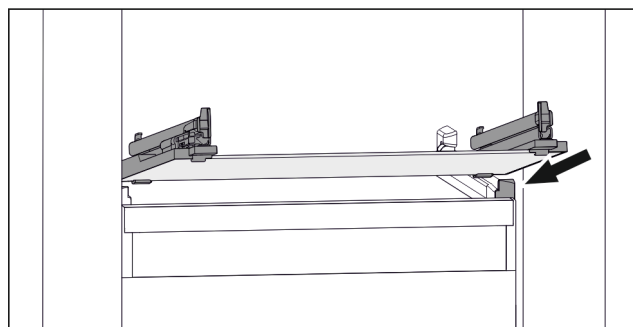

Fig. 88 Примерное отображение стеклнной пластины
- ▶ Наклоняя вниз, установите стеклнную пластину за стопоры. (см. Fig. 88)